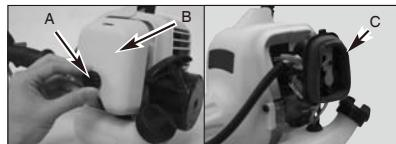

Fig. 16
1. Fjern knotten (A) som holder luftfilterdeksellet på plass, ta av dekselet (B) og løft filteret (C) fra luftboksen (Fig. 16).